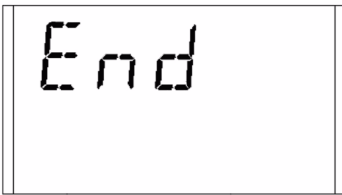

Рис. 12 Калибровка завершена
- После того, как значение газа стабилизировалось, попеременное отображение заканчивается. Если калибровка прошла успешно, то примерно на 2 секунды появится сообщение END [→ Рис. 12].